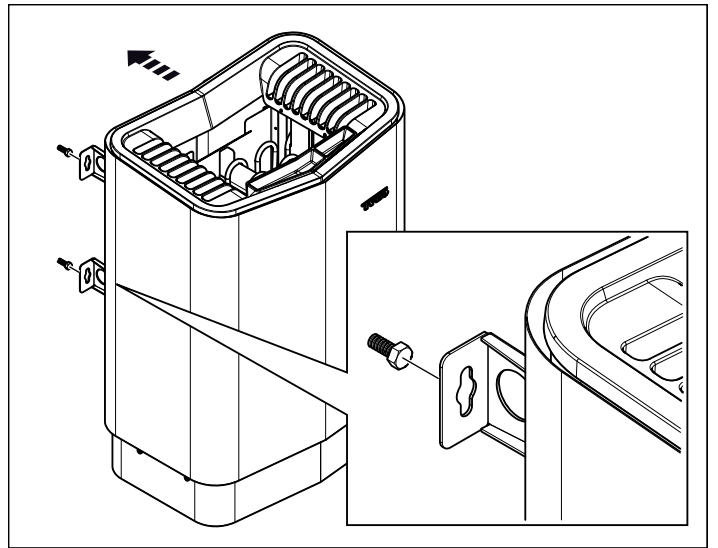

Abb. 12: Aufhängen des Ofens
- Hängen Sie den Ofen an den Schrauben auf, siehe Abb. 12.